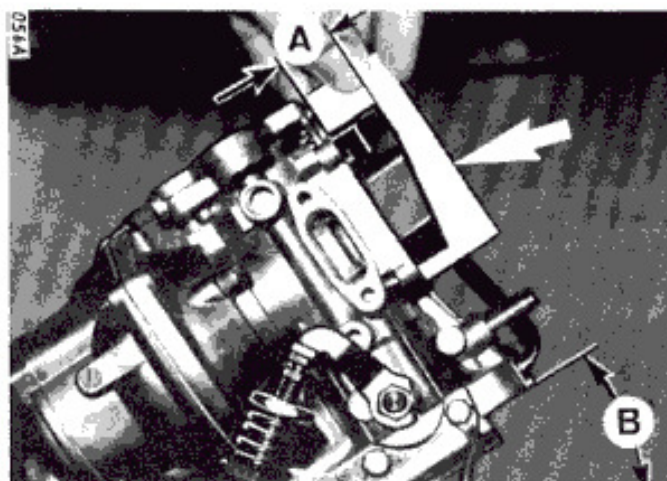

Рис. 14
- Проверить уровень в поплавковой камере как показано на Рис. 14. При необходимости откорректировать подгибанием пластины поплавка.